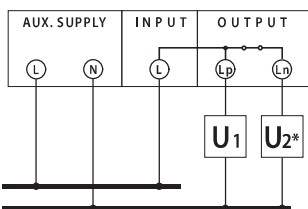

Fig. 1
**F1 (funzione pre-impostata) : SEGNALAZIONE ACUSTICA E DISTACCO AUTOMATICO DEI CARICHI NON PRIORITARI. (Fig.1)**